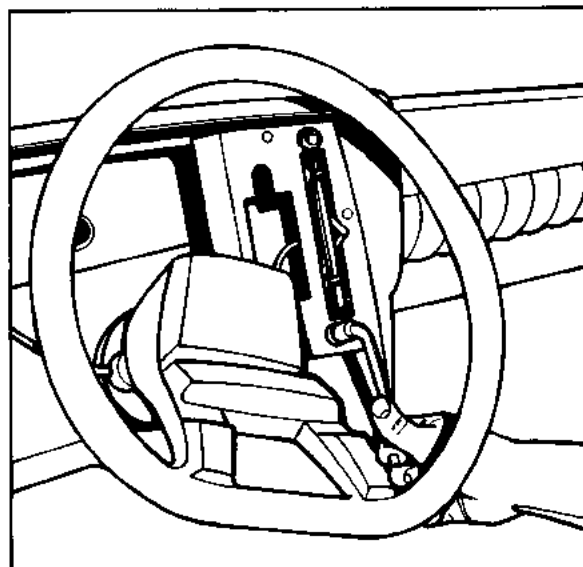

Fig. 4
- Verwijder de 2 boutjes waarmee het paneel op het dashboard is bevestigd (fig. 4).